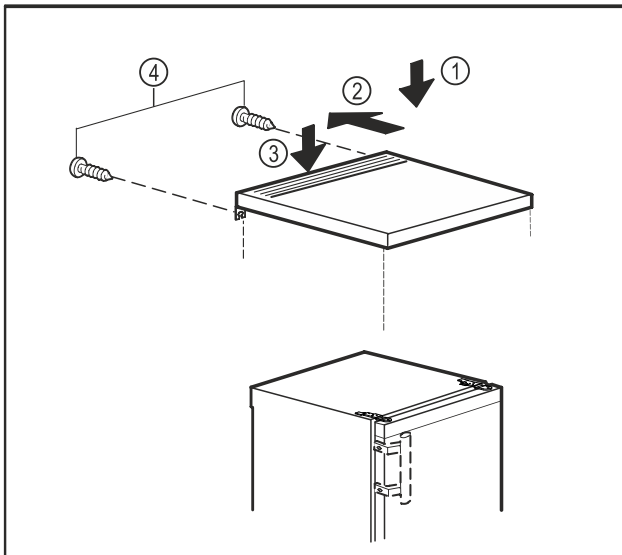

Fig. 19
- Legg bordplaten på apparatet. Fig. 19 (1)
- Skyv bordplaten bakover. Fig. 19 (2)
- Trykk ned bordplaten bak. Fig. 19 (3)
- Skru fast skruene på baksiden. Fig. 19 (4)